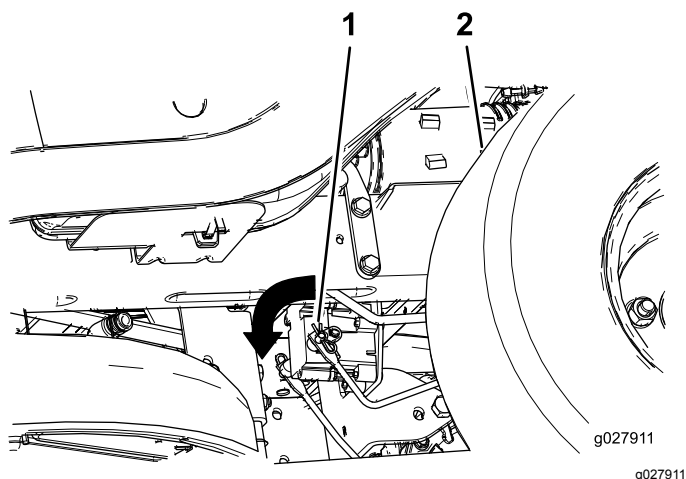

図 56
3. 電気ブレーキのシャフトブレーキリンクアームが接続されているを探し出す 図 56。